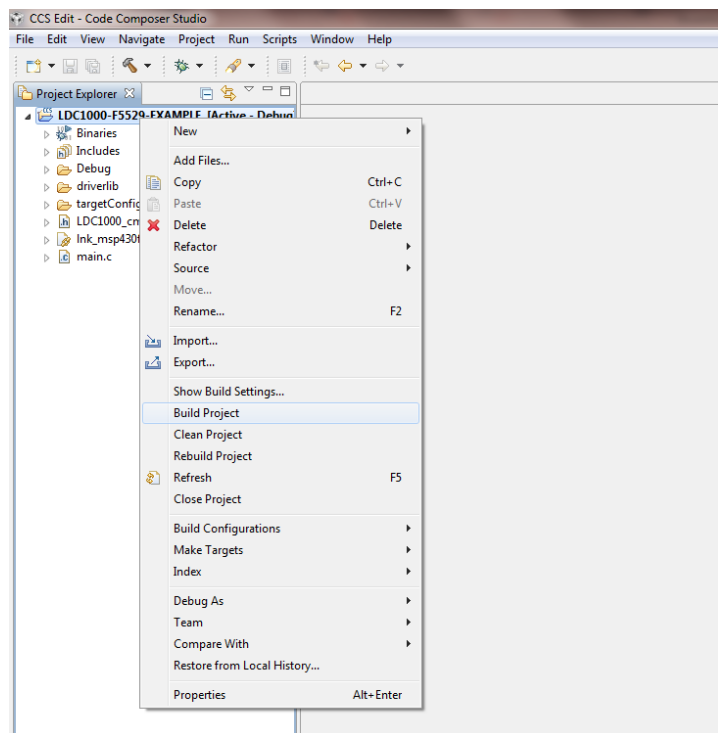

图 6 Build Project
3、在工程项目上，右击，点击 “Build Project” 编译(图 6)